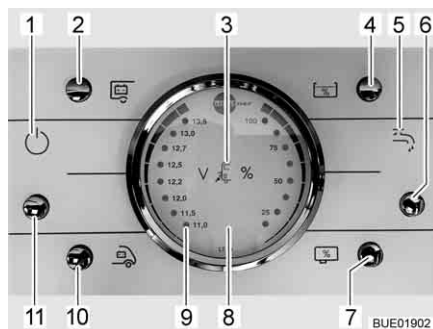

Fig. 101 Pannello di controllo LT 96
Il tasto (Fig. 101,11) inserisce o disinserisce il pannello di controllo e l'alimentazione a 12 V del vano abitabile.
**Accensione:** ■ Premere il tasto (Fig. 101,11): L'alimentazione a 12 V dell'abitacolo è inserita. La spia di controllo (Fig. 101,1) si accende.
**Spegnimento:** ■ Premere il tasto (Fig. 101,11): L'alimentazione a 12 V dell'abitacolo è disinserita. La spia di controllo (Fig. 101,1) si spegne.
Per l'indicatore volt/serbatoio (Fig. 101,8) leggere la scala sinistra. L'indicatore si illumina automaticamente appena viene premuto un tasto.
- Premere il tasto (Fig. 101,10): Viene indicata la tensione della batteria di avviamento.
- Premere il tasto (Fig. 101,2): Viene indicata la tensione della batteria dell'abitacolo.
Per l'indicatore volt/serbatoio (Fig. 101,8) leggere la scala destra. L'indicatore si illumina automaticamente appena viene premuto un tasto.
- Premere il tasto (Fig. 101,4): Viene indicato il livello del serbatoio dell'acqua.
- Premere il tasto (Fig. 101,7): Viene indicato il livello del serbatoio delle acque grigie.
- Premere il tasto (Fig. 101,6): L'alimentazione idrica è accesa. La spia di controllo della pompa dell'acqua (Fig. 101,5) si accende.
- Premere il tasto (Fig. 101,6): L'alimentazione idrica è spenta. La spia di controllo della pompa dell'acqua (Fig. 101,5) si spegne.
La spia luminosa rossa "ALARM" (Fig. 101,9) inizia a lampeggiare non appena la tensione della batteria dell'abitacolo scende al di sotto di 11 V (misurazione durante il normale esercizio) con conseguente rischio che la batteria si scarichi troppo.
La spia di controllo a 12 V (Fig. 101,1) si accende non appena viene inserito il tasto principale dei 12 V (Fig. 101,11).
La spia di controllo a 230 V (Fig. 101,3) si accende quando all'ingresso della centralina elettrica è presente una tensione di rete.